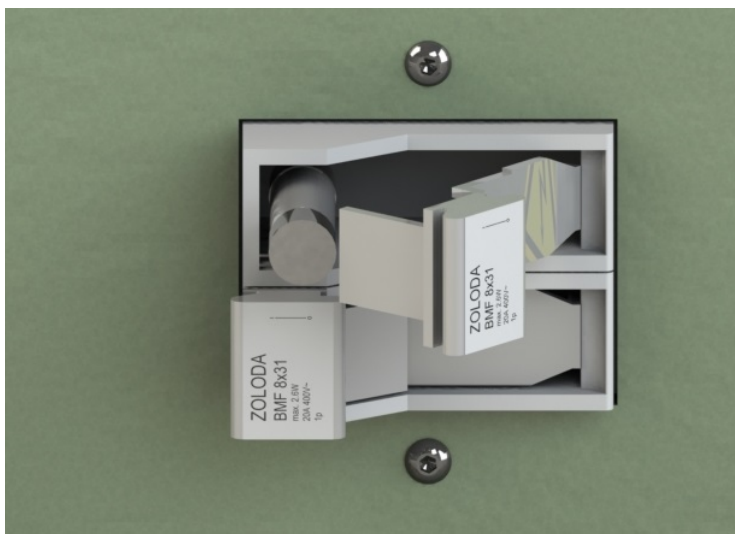

Рисунок 8: Блок предохранителей
- Предохранители: два предохранителя 25А (115В) или 16А (230В) - IEC 269-3-1, 31,5 мм x 8,5 мм, расположенные в задней части основания бегуна (рис. 8). Их следует заменять только предохранителями такого же ампера и размера.